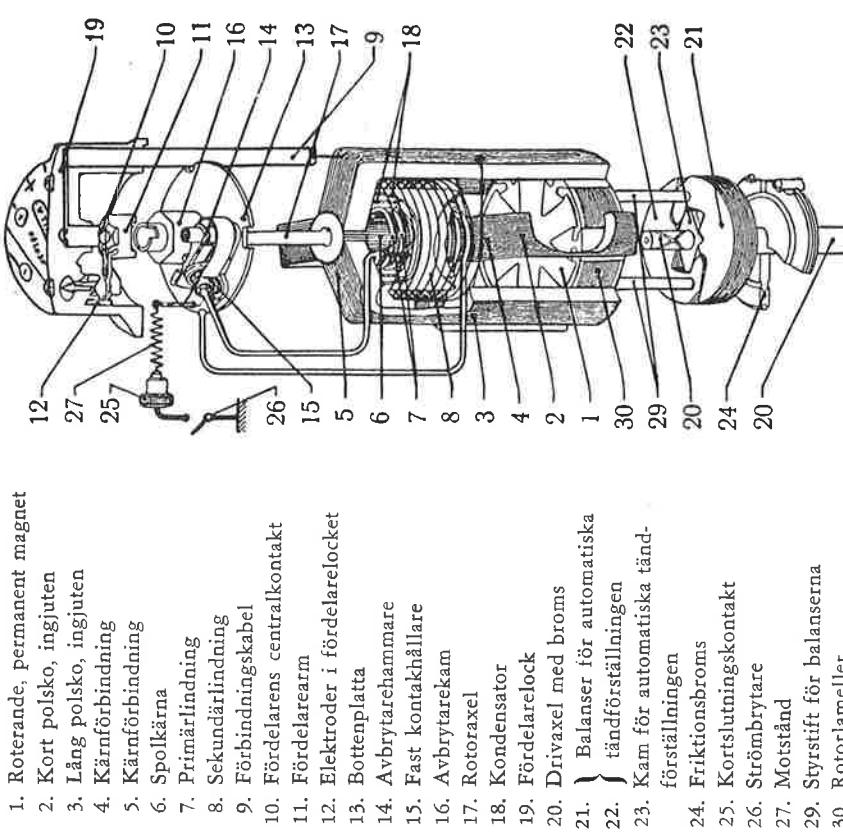

Fig. 10
Magnetapparaten utgöres av en Scintilla "Vertex" fig. 10 eller en Wipac, av vertikaltyp och arbetar på följande sätt. Den roterande permanenta magneten av koboltstål (1) alstrar vid polskorna (2 och 3) ett växlande magnetiskt fält, som sluter sig över kärnförbindningarna (4 och 5). Detta växlande fält flyter genom spolkärrnan (6) och inducerar i den stillastående primärlindningen (7) en lagspänd ström. Då avbrytarekontakteerna hastigt öppnas, induceras i sekundärlindningen (8) en högspänd ström, som ledes till fördelarens centralkontakt genom kabeln (9). Fördelararmen (11) ledar strömmen vidare till de olika elektroderna (12), varifrån strömmen i ordningsföljd ledes över till tändstiftten.